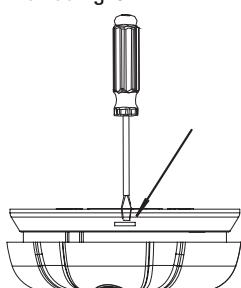

Fig. 9
- Frigør forsigtigt den lille lås på monteringsbeslagets side - brug evt. en lille skruetrækker. se fig. 9